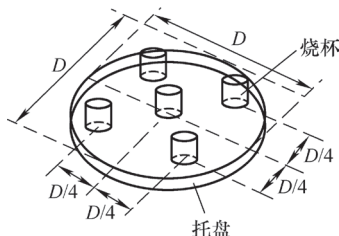

图 3-38 微波炉热量分布测试
- 4) 将每个烧杯放置在如图 3-38 所示转盘的不同位置，然后开始加热。